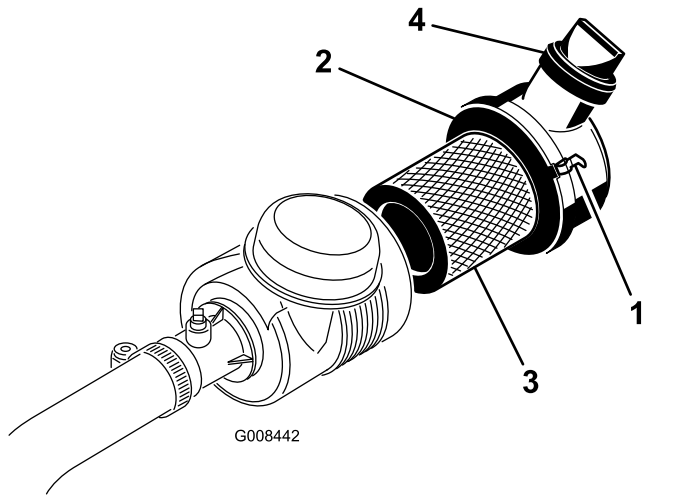

图38
1. 松开将空气滤清器盖固定到空气滤清器壳体上的搭扣图38。
7. 安装盖子并固定门锁图38。